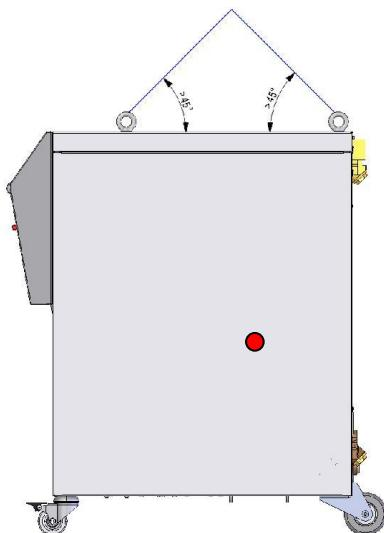

Рис. 7: Места прицепки
1. Соответственно закрепить Рис. 7 тросы и ремни.
2. Убедиться в том, что устройство в подвешенном состоянии располагается прямо, учитывать внецентровый центр тяжести (\rightarrow ● Рис. 7).